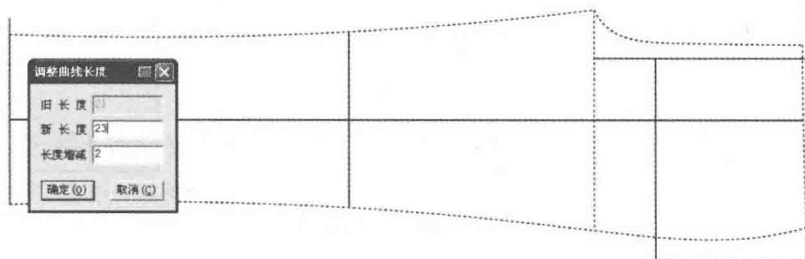

图 7-33 画后裤口线
(27) 选择 【智能笔】工具按着【Shift】键, 右键点击裤口线, 进入【调整曲线长度】功能。输入增长量 2cm (图 7-33)。